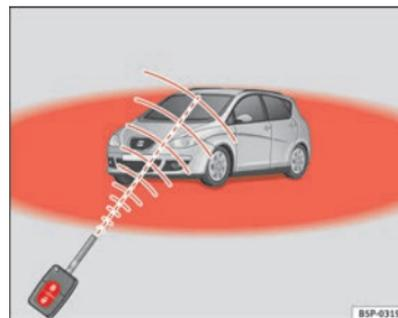

Fig. 65 Raio de acção do comando à distância por radiofrequência
- O comando à distância por rádio-frequência só funciona, se se encontrar dentro do seu raio de acção ⇒ página 109, fig. 65 (superfície vermelha).